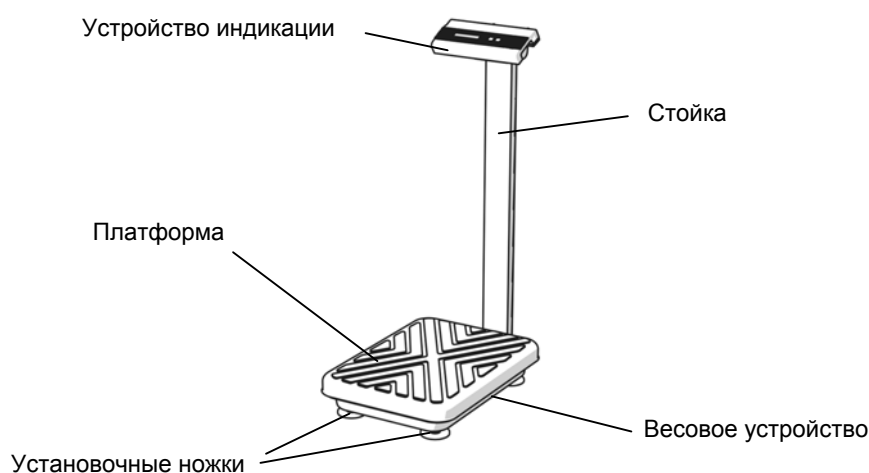

Рис. 1.1
1.1. Конструктивно весы состоят из устройства весового, стойки и устройства индикации (см. Рис.1.1, 1.2).